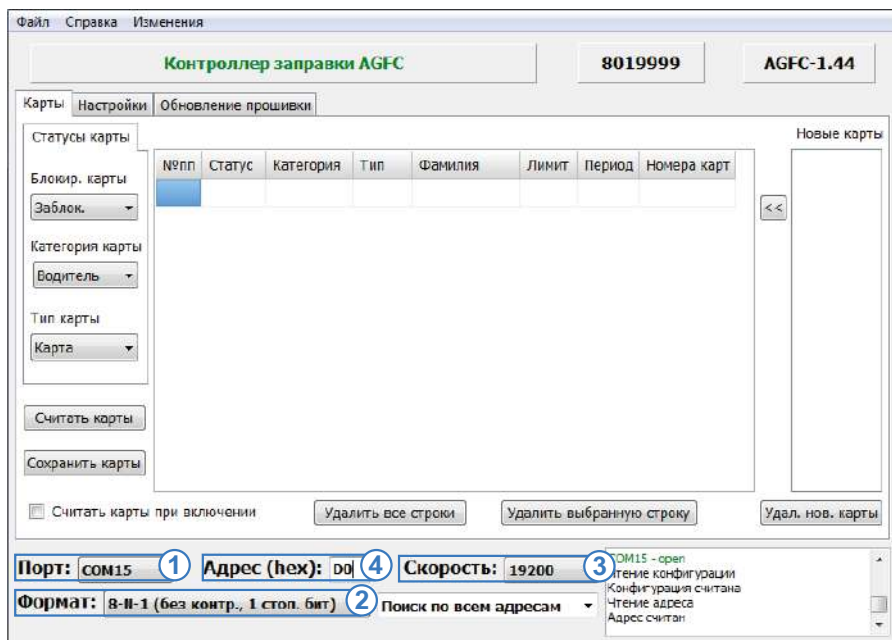

Рис.3. Подключение по известному адресу.
- в программе «AGFCConf» выбрать COM-порт к которому подключается устройство «TKLS-Prog» (Рис.3, п.1). Посмотреть порт устройства можно в Диспетчере устройств системы, подключив предварительно программатор;
- настроить формат передачи, заданный в ТПК (Рис.3, п.2). По умолчанию – 8-N-1;
- выбрать скорость передачи, заданный в ТПК (Рис.3, п.3). По умолчанию – 19200;
- в поле «Адрес (hex)» указать адрес ТПК «AGFC», к которому необходимо подключиться (Рис.3, п.4);